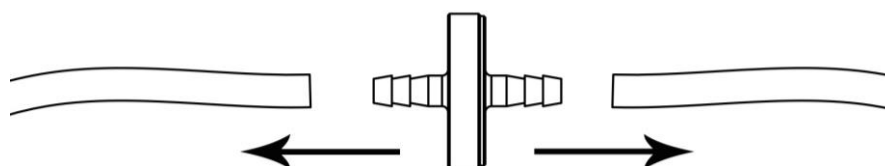

Figura 21 - Substituição do filtro
- Para substituir o filtro, retire a mangueira de suas extremidades, conforme figura 21